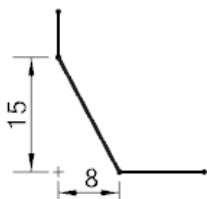

图 5.6.17 “非对称”类型倒斜角
- 如果选择 **非对称** 选项时, 定义其距离 1 和距离 2, 其结果如图 5.6.17 所示。